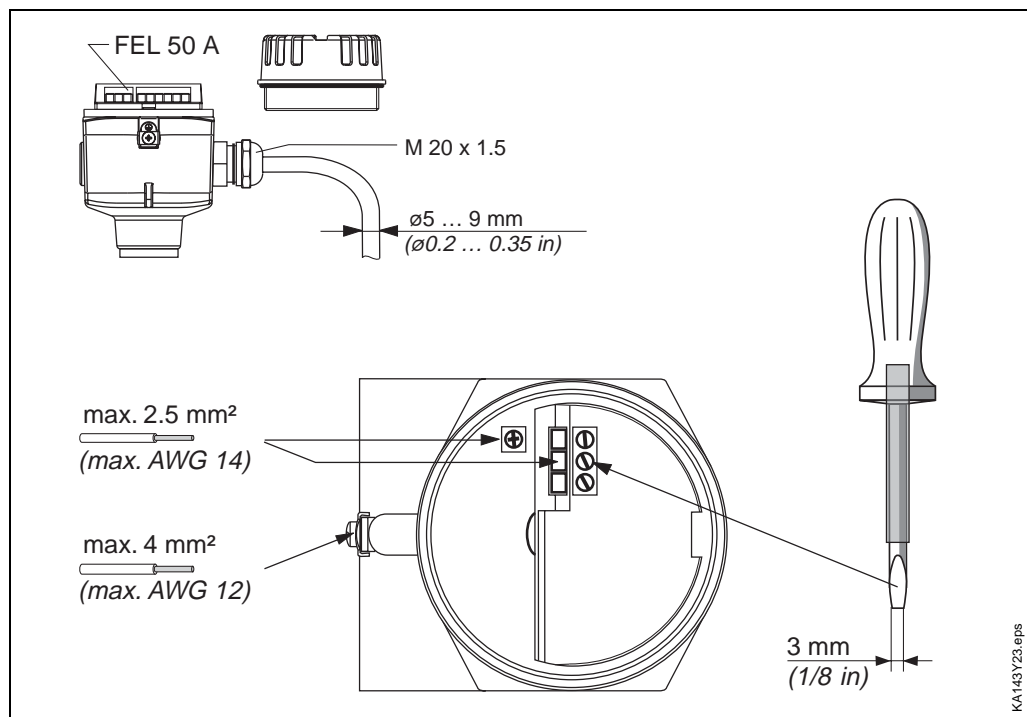
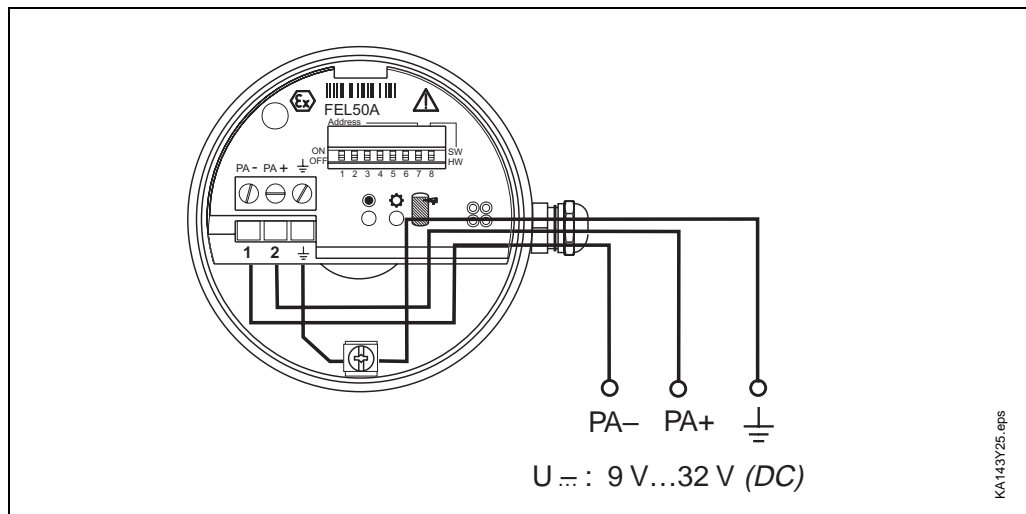

Fig. 5 Raccordement du transmetteur par raccord de câble
Fig. 6 Occupation des bornes
3. Procéder au câblage : voir Fig. 5 et Fig. 6